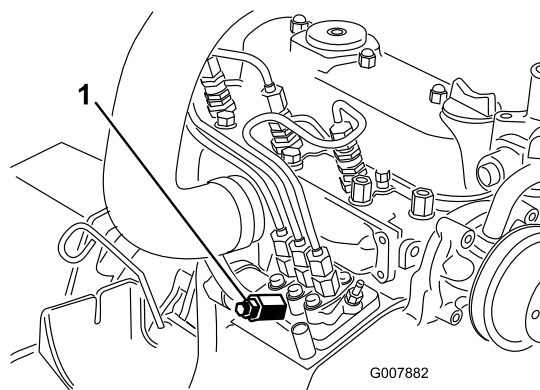

Figura 43
3. Coloque um tapete sob o parafuso de purga de ar na bomba de injeção de combustível e abra-a (Figura 43).